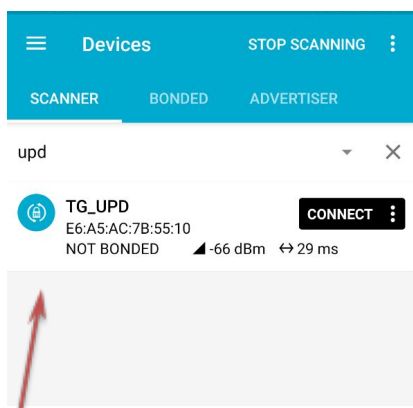

Рисунок 13 – Устройство TG\_UPD
- После чего необходимо открыть приложение nRF Connect. Появится новое устройство (рисунок 13);
- Осуществите подключение к устройству TG\_UPD, нажав кнопку Connect (рис. 13).